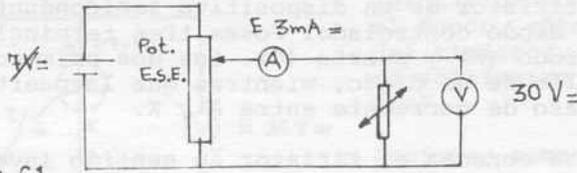

Fig.61
P.1.- Montar el circuito adjunto (fig. 61 ) y rellenar la tabla.